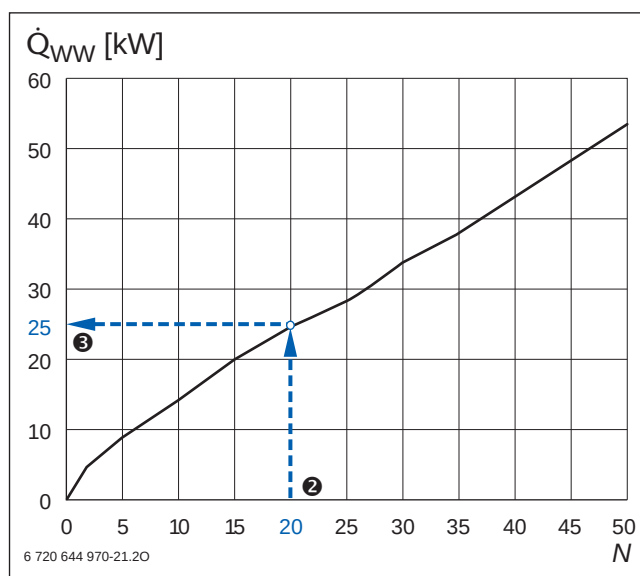

Bild 19 Kesselzuschlag für die Warmwasserbereitung nach der Bedarfskennzahl N ; Beispiel blau hervorgehoben
3. Die Kesselleistung $\dot{Q}_K$ muss mindestens so groß sein wie die Summe aus dem Wärmebedarf des Gebäudes $Q_{N,Geb}$ und einem Kesselzuschlag $\dot{Q}_{WW}$ für die Warmwasserbereitung. Als Schätzwert wird die Größe der Bedarfskennzahl N als Kesselzuschlag (in kW) angenommen. Ein Berechnungswert für die Höhe des Kesselzuschlags $\dot{Q}_{WW}$ ergibt sich aus Bild 19.
Ablesen (→ Bild 19)
Im Bereich 20 ... 30 Wohnungen überwiegt der Leistungsbedarf für den Speicher, der Heizkessel ist also größer auszulegen. Ob die Vergrößerung ausreicht, ist aus Bild 19 abzulesen.
- Differenz bilden und diese mit Bild 19 vergleichen.